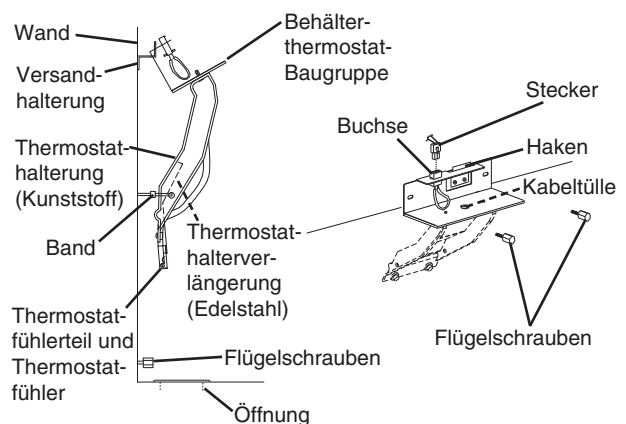

Abb. 3a
- 5) Den Behälterthermostat wie folgt installieren. Siehe Abb. 3a und 3b.